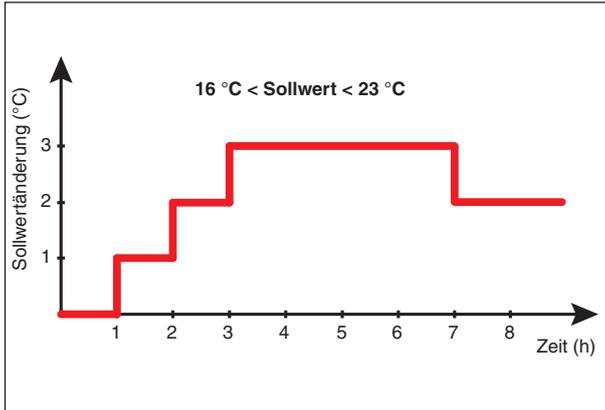
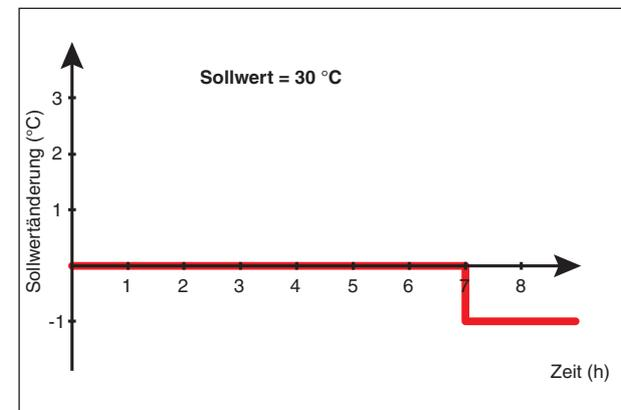

Bild 7: Eingestellter Sollwert zwischen 16 °C und 23 °C. Im Heizmodus wird der Sollwert erst gesenkt und dann wieder angehoben.
Bild 10: Eingestellter Sollwert 30 °C. Im Heizmodus wird der Sollwert angehoben.
- SLEEP aktiviert die Sleep-Funktion. Hierbei wird der Sollwert, während das Gerät weiter läuft, geändert. Im Kühlmodus wird der Sollwert leicht angehoben und ggf. gegen Ende der angenommenen Schlafstunden wieder gesenkt. Im Heizmodus wird der Sollwert abgesenkt und ggf. wieder angehoben. Die Sollwertänderung variiert abhängig vom eingestellten Sollwert (Bild 7 bis Bild 10)